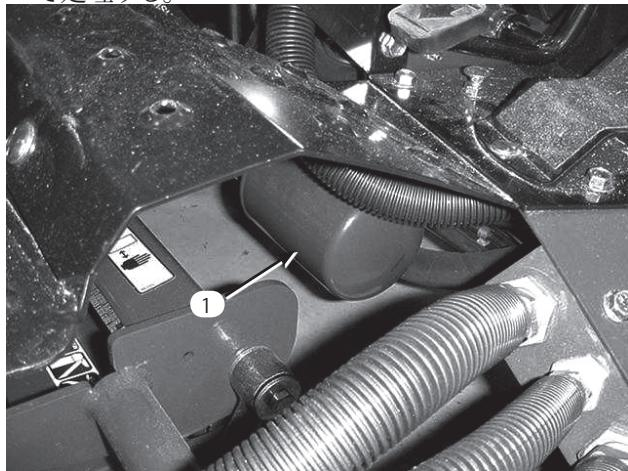

図50
3. フィルタ取り付け部の周辺をウェスできれいにぬぐう(図50)。フィルタ・ハウジングの下からフィルタを外し、オイルを廃油受けに回収する。フィルタレンチはボトムタイプのものを使用する。廃油は適切な方法で処理する。